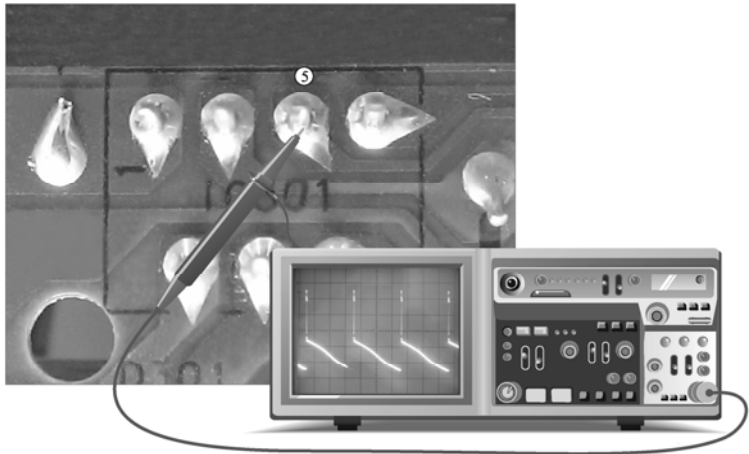

图 5-73 替换 IC301 后，场扫描电路输出的信号波形
①	28×1 k	7×1 k
②	17×1 k	5.5×1 k
③	50×1 k	7.2×1 k
④	0	0
⑤	20×1 k	5×1 k
⑥	200×10 k (接近∞)	6×1 k
⑦	21.5×1 k	6.1×1 k
经检测发现 IC301 各引脚对地电阻值与正常工作时电阻值的偏差较大，可判断 IC301 内部有短路，更换同型号集成电路后，测其输出端⑤脚信号波形如图 5-73 所示。
由如图 5-73 所示可知，将 IC301 用同型号的集成电路替换后，检测到的⑤脚信号波形正常。显示器显示不正常的故障被排除。